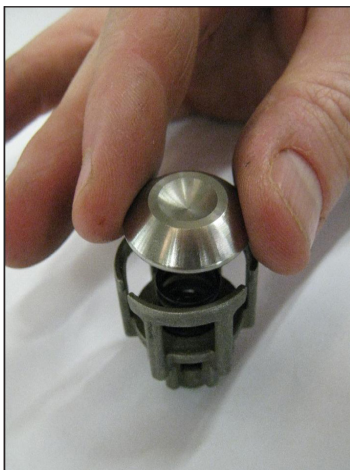
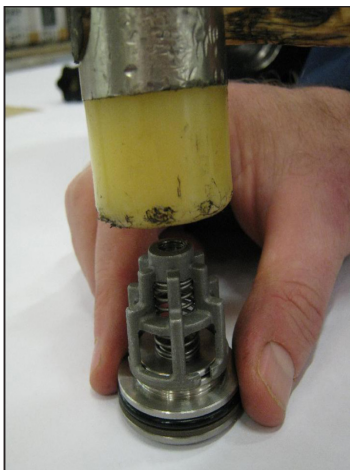

Abb. 33
Abb. 34
- 1 **Beim Einbau der Saug- und Druckventilgruppen (Abb. 33, Abb. 34). Achten Sie unbedingt darauf, die Federn auf Saugseite nicht mit den vorab ausgebauten Federn auf Druckseite zu verwechseln:**